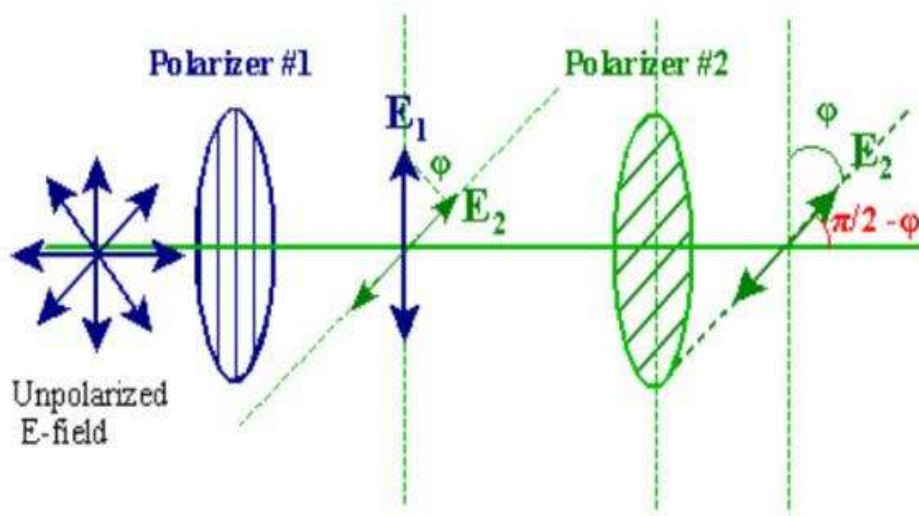

Figura 6: Componente do Campo Elétrico
4. Remova o adaptador de fixação da haste preta do Sensor de Movimento Rotativo (RMS) usando a ferramenta anexada. Certifique-se de que a polia no RMS esteja montada de forma que a polia grande esteja voltada para o corpo do RMS. Usando os dois parafusos de montagem armazenados no suporte do Analisador de Polarização, monte o Sensor de Movimento Rotativo no suporte do polarizador de forma que a polia fique voltada para o suporte. Conecte a polia grande do Sensor de Movimento Rotativo à polia do polarizador com a correia de plástico armazenada no suporte de polarização (veja Figura 6).